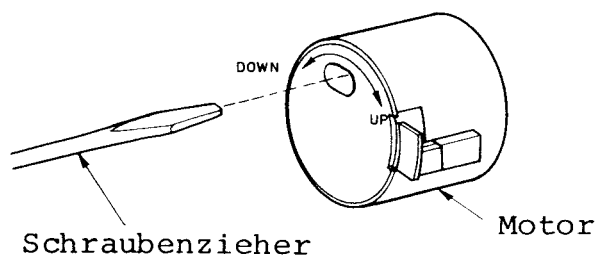

Abb. 14
b) Stellen Sie die G-schwindigkeit ein, wie in Abb. 14 beschrieben ist.